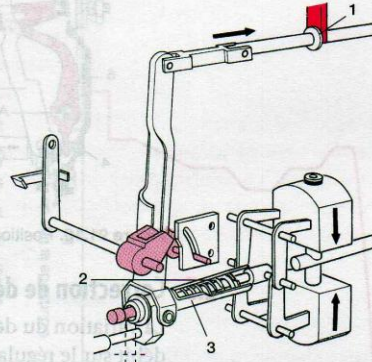

Figure 91.7. Position au démarrage
À chaque position du levier de commande (fig. 91.4) correspond une vitesse de régulation différente. La variation de la charge du moteur (variation de la vitesse) modifie l'équilibre *ressorts-masses* et le *régulateur* agit sur la position de la tige de réglage pour maintenir la vitesse de consigne dans les limites mécaniques (butée de débit maximal ou stop) (fig. 91.7).
La course de la *tige de réglage* étant limitée à l'aide d'une *butée de débit* (débit de pleine charge, fig. 91.7), un dispositif permettant d'augmenter cette course est nécessaire pendant la phase de démarrage à froid du moteur.
Dès le démarrage du moteur, les *masselottes* de l'ensemble tournant (fig. 91.7) s'écartent, l'axe mobile (3) est tiré vers l'avant (fig. 91.10b), le ressort (4) ramène le levier basculeur (5) en position repos (*butée de pleine charge* (1) en position haute), tandis que simultanément, le levier de réglage (7) tire la chape (8) vers l'arrière, le levier de commande externe étant ramené en position *ralenti* par l'utilisateur.